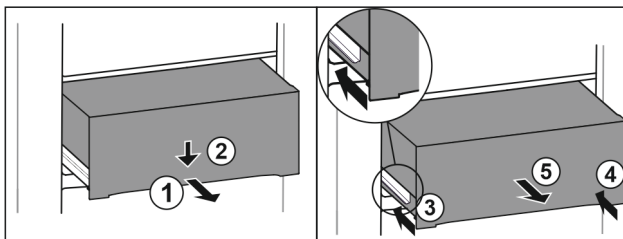

Fig. 109
- ▶ Schubfach halb herausziehen. Fig. 109 (1)
- ▶ Schubfach an der Vorderseite nach unten drücken. Fig. 109 (2)
- ▶ Linke Schiene etwa 2 cm einschieben. Fig. 109 (3)
- ▶ Rechte Schiene etwa 2 cm einschieben. Fig. 109 (4)
- ▶ Schubfach nach vorne entnehmen. Fig. 109 (5)